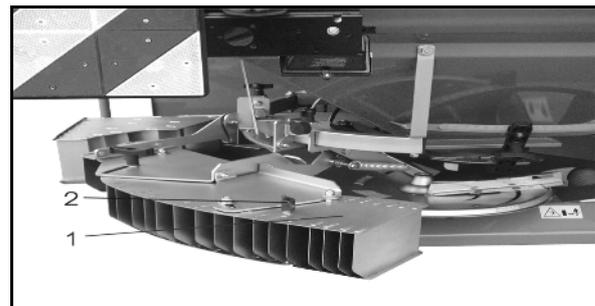
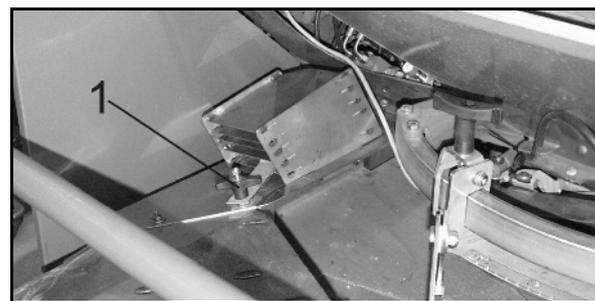

Fig. 66
Fig. 67
1. Flügelschraube (Fig. 66/2) lösen und den Schirm aushängen.
4. Den Zusatzschirm (Fig. 66/1) mit Klemmblech (Fig. 67/1) sichern. und in Parkposition (Fig. 67) mitführen.